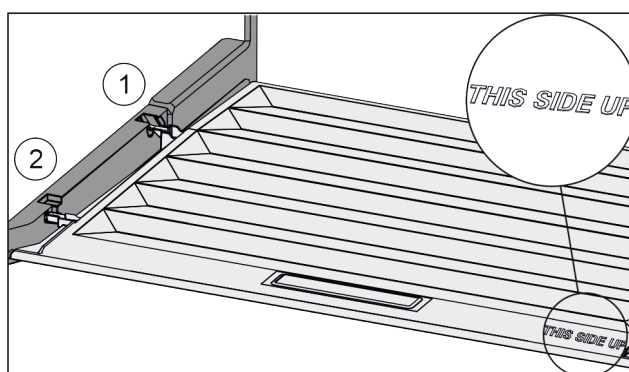

Fig. 37
- Výstupky víka zaved'te do zadních držáků Fig. 37 (1) a vpředu zaklesněte do držáku Fig. 37 (2).